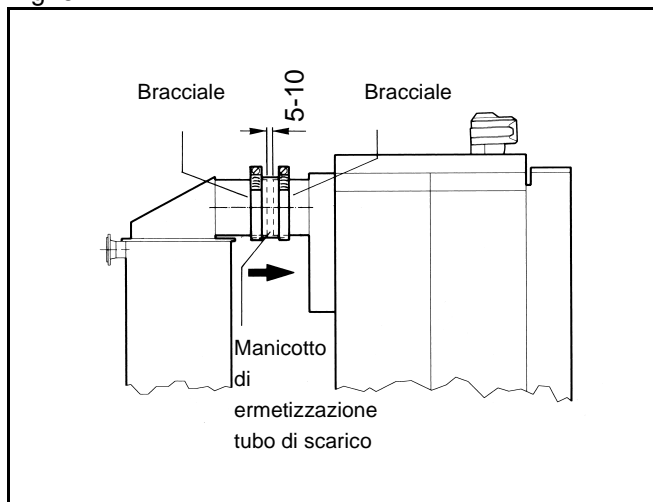

Fig. 7
- Disporre i tronchetti di scarico della caldaia e dello scambiatore di calore con i collarini allineati ad una distanza di 5-10 mm l'uno dall'altro (fig. 7).
- Spingere il manicotto di ermetizzazione sopra entrambi i tronchetti e fissarlo con 2 bracciali (fig. 7).